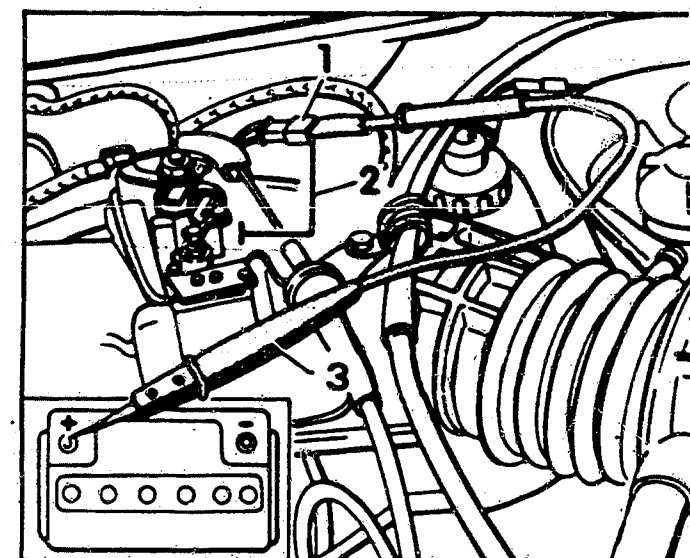

Bild 11 Prüfung des Klopfensors mit einem Diodenprüfer. 1 Prüfstecker (mit braun-/blauer Leitung) – 2 Masse – 3 Diodenprüfer.
- Am Prüfstecker (1 in Bild 11) mit blau-/brauner Leitung einen Dioden-Spannungsprüfer anschliessen und an Batterie + führen. Die Leuchtdiode muss **aufleuchten**, aber beim Anlassen des Motors erlöschen.
- Erhöht man die Drehzahl einmal auf über 3000/min und leuchtet die Diode wieder auf, ist wie folgt weiter zu prüfen: Am Stecker (1) ist zusätzlich eine Hilfsleitung (2) anzuschliessen und mindestens 3s an Masse zu halten. Darauf muss das Dauerleuchten der Diode in ein Blinken übergehen:
- Leitung des Zusatzluftsteuerventils (AAC-Ventil) abziehen (Bild 11).
Bild 11 Leerlaufstellung am Zusatzluftsteuerventil. A Leerlaufeinstellschraube – B FICD Magnetventil – C zum Luftregelventil – D zum Luftführungs kanal – E AAC-Ventil – F Verbindungsstecker.